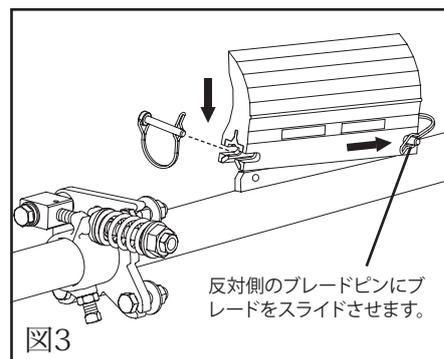

図3
4. ポールを取付けます。ポールから両側のブレードピンとブレードを取り除き、両方のマウントプレートに通します。(図3)
- 新しいブレードを取付けます。新しいブレードをポールにスライドさせ、遠くのブレードピンにロックしてから、取り外したブレードピンの先端がベルトの方に向けて取付けられています。(図3)